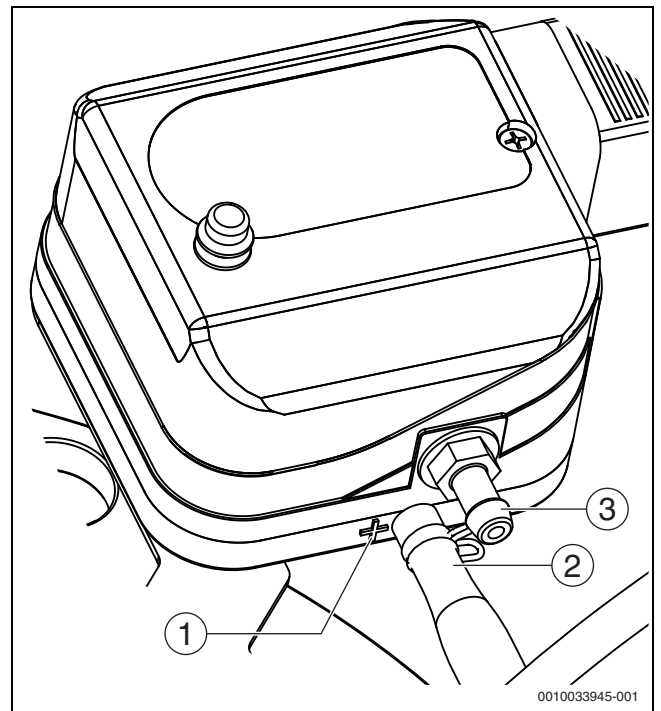

Bild 91 Detailansicht Druckwächter
- [6] Detail Anschluss Messleitungen (→ Bild 91)